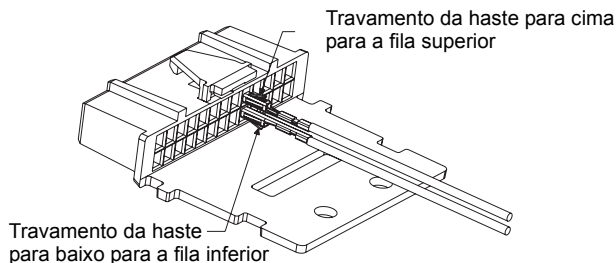

Figura 3. Orientação do terminal
3. Insira o fio do cabo com o terminal de contato no pino nº 23 do conector acessório, como mostra a *Figura 3*.